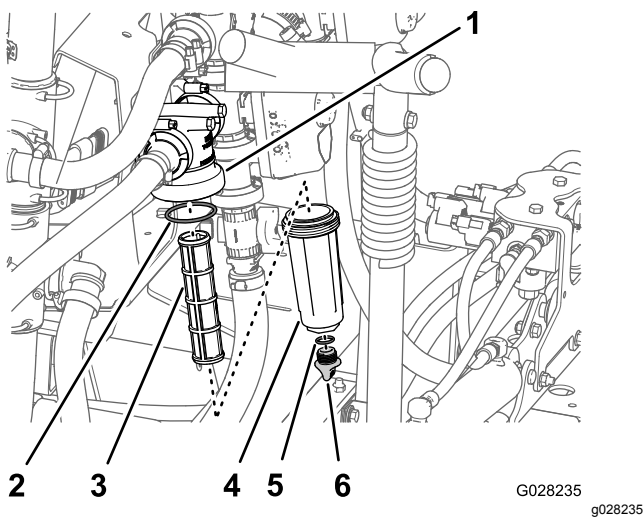

図 22
2. 圧力フィルタの下に受け容器をおく 図 22。
- 圧力フィルタのボウルについているドレンキャップを左に回して外す 図 22。
- ボウルを左に回してフィルタヘッドを外す 図 22。
- 圧力フィルタエレメントを外す 図 22。
- ドレンプラグのガasketボールの内側とボウルのガasketフィルタヘッドの内側に傷や破損がないか点検する 図 22。
- 圧力フィルタエレメントをフィルタヘッドに取り付ける 図 22。
- フィルタヘッドにボウルを取り付けて手締めする 図 22。
- ボウルの底部のフィッティングにドレンキャップを取り付けてキャップを手締めする 図 22。